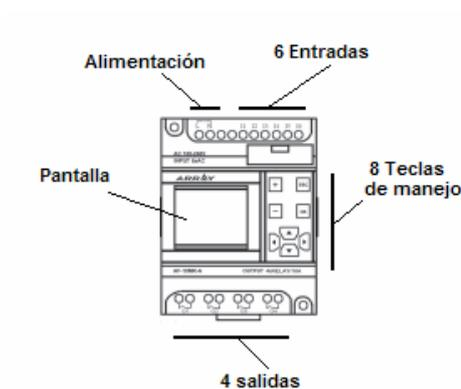

Figura. 6.18. Partes de PLC
2. El PLC cuenta con 6 entradas y 4 salidas, además de los 2 terminales de alimentación: L que es la Línea y N el Neutro; como se muestra en la Figura 6.18.